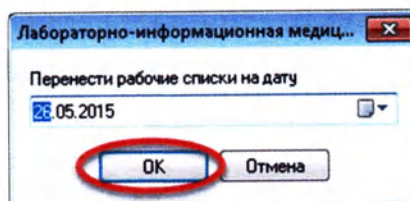

Рисунок 6.49
3. В появившемся окне выберите дату и нажмите «ОК» (Рисунок 6.49):